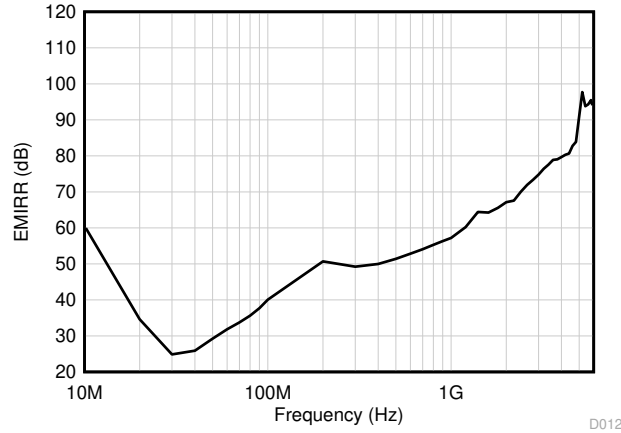

图 7-3. EMIRR 测试
TLV916x 采用集成电磁干扰 (EMI) 滤波来减少无线通信设备、混合使用模拟信号链和数字元件的高密度电路板等干扰源产生的 EMI 效应。通过电路设计技术可改进 EMI 抗扰度；TLV916x 受益于这些设计改进措施。德州仪器 (TI) 已经开发出在 10MHz 至 6GHz 扩展宽频谱范围内准确测量和量化运算放大器抗扰度的功能。图 7-3 显示了对 TLV916x 执行此测试的结果。表 7-1 显示了在实际应用中 TLV916x 在常见特定频率下的 EMIRR IN+ 值。运算放大器的 EMI 抑制比应用报告包含了与运算放大器相关的 EMIRR 性能主题，该报告可在 www.ti.com 上下载。